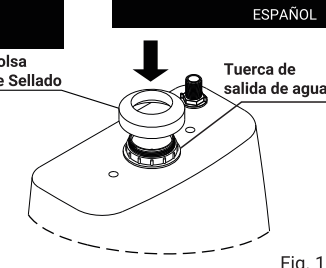

Fig. 1
- Encalar la bolsa de sellado (acompaña al tanque acoplado), en la tuerca de salida de agua del tanque. Fig. 1